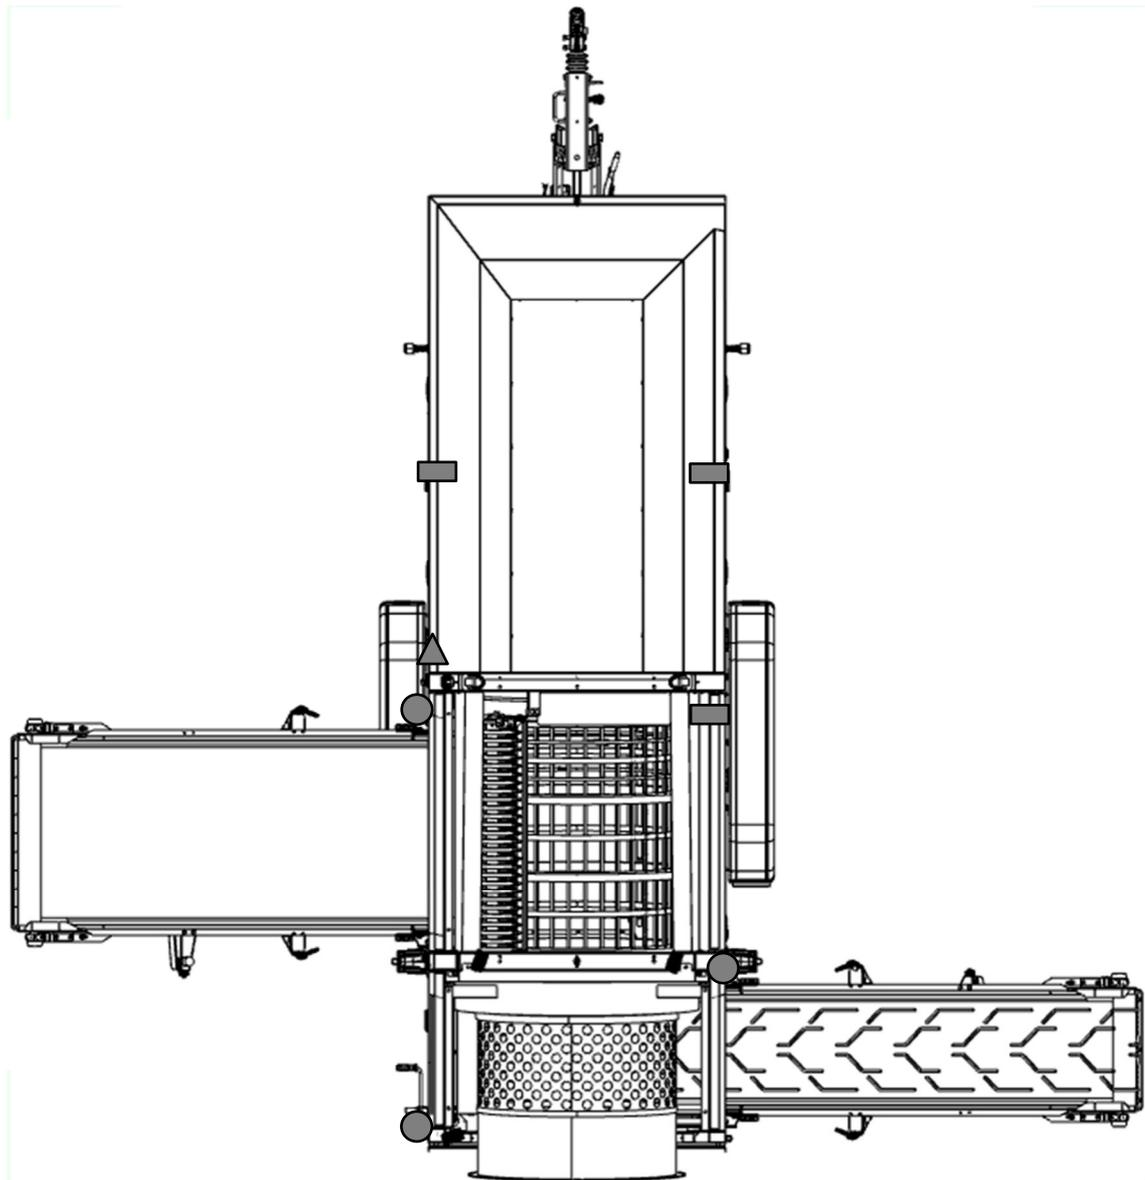

Abbildung 3: Übersicht und Lage der Sicherheitseinrichtungen MS16 Pro
**Positionen der Not-Halt-Schalter: siehe Abb. 3**